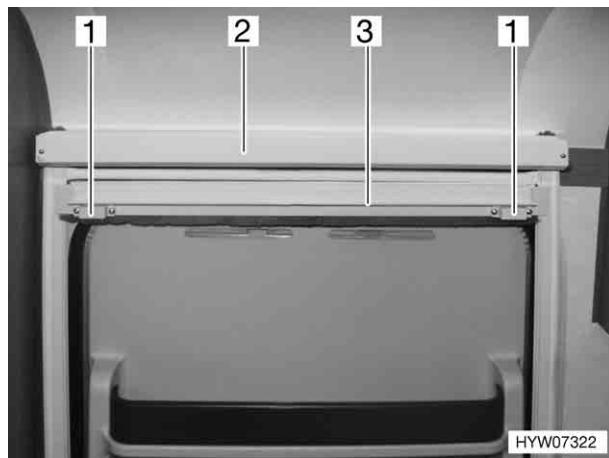

Fig. 14 Zanzariera a rullo, porta di ingresso
La zanzariera a rullo della porta di ingresso si trova nella cassetta superiore (Fig. 14,2).
- Tirare la zanzariera a rullo (Fig. 14,3) verso il basso agendo sul listello, finché le calamite (Fig. 14,1) non aderiscono alla guida di metallo sul pavimento.
- Tirare leggermente il listello (Fig. 14,3) verso l'alto finché le calamite non si staccano e ricondurre lentamente la zanzariera a rullo nella cassetta.